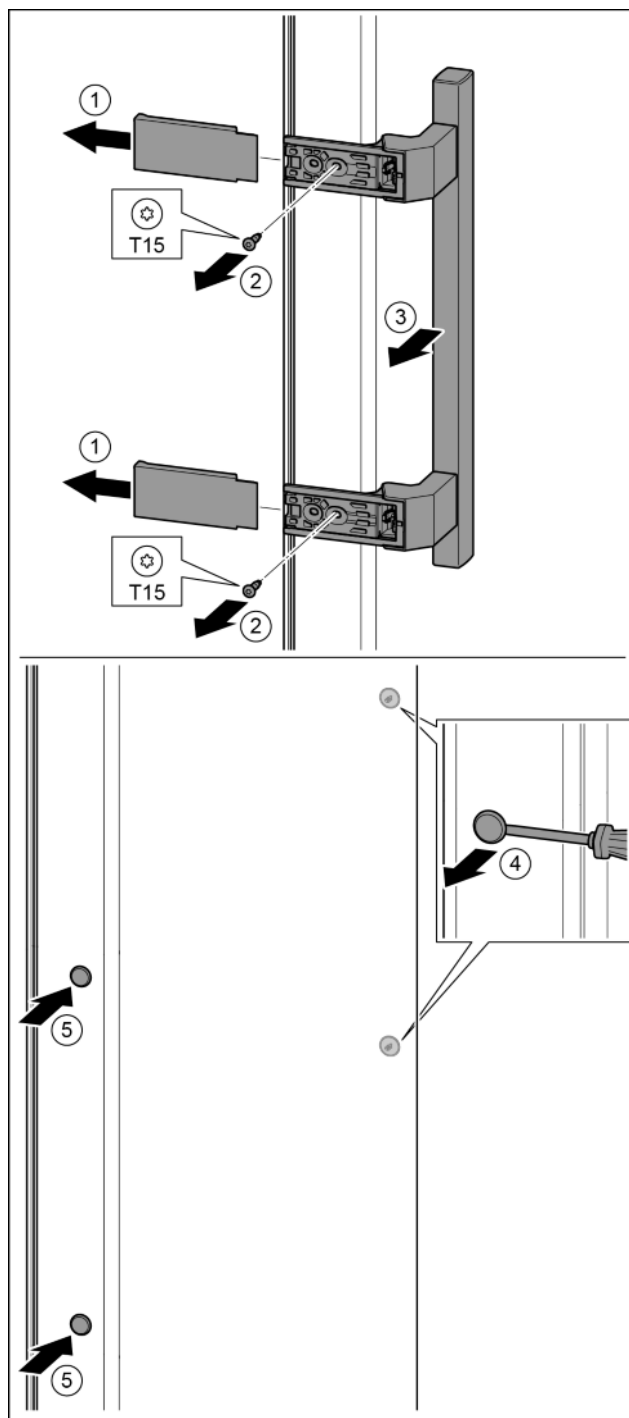

*Fig. 30*
- ▶ Zdjąć osłonę i założyć z drugiej strony. *Fig. 30 (1)*
- ▶ Płytkę zawiasu założyć z drugiej strony i przykręcić przy pomocy śrubokręta T25. Rozpocząć śruby 2 dolnej umieszczonej na środku. *Fig. 30 (2)*
- ▶ Dokręcić śrubę 3 i 4. *Fig. 30 (3, 4)*
- ▶ Mocowanie drzwi obrócić o 180°. Przykręcić z drugiej strony płytki zawiasu przy pomocy śrubokręta T25. *Fig. 30 (5)*
- ▶ Założyć cały sworzeń płytki zawiasu. Przy tym zwrócić uwagę, by krzywka zatraskowa wskazywała do tyłu. *Fig. 30 (6)*